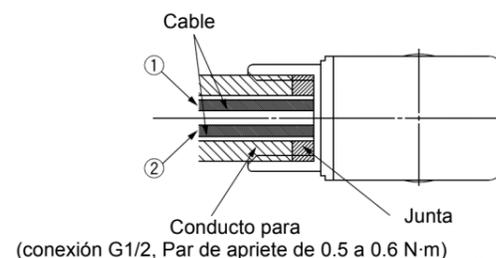

Figura 15
- Apriete el conducto al par de apriete mostrado en Figura 15.